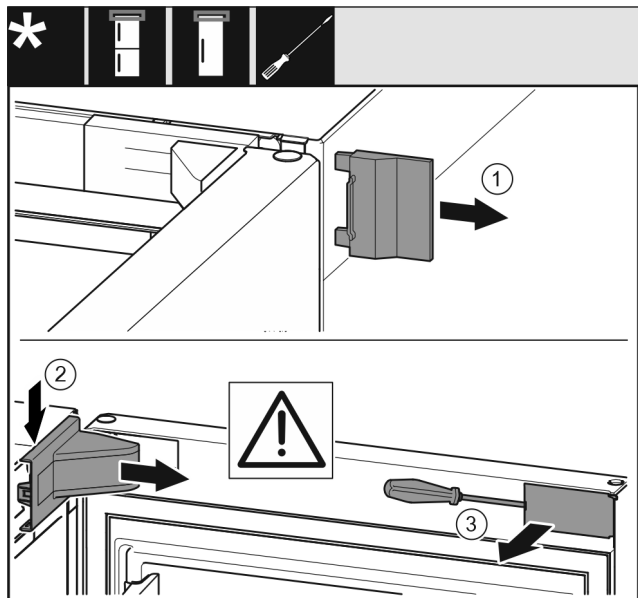

Fig. 9
- ▶ Hiqni kapakun mbulues të jashtëm. Fig. 9 (1)
- ▶ Nxirrni nga foleja kapakun mbulues të bazamentit mbështetës dhe lirojini. Hiqni kapakun mbulues të bazamentit mbështetës. Fig. 9 (2)
- ▶ Nxirrni nga foleja shiritin mbulues me një kaçavidë dhe shtyjeni anash. Fig. 9 (3)